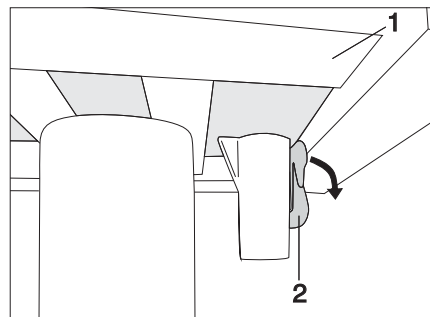

Bild 95 Spärr bord med en pelare (låst)
- Fäll ned spärren (Bild 95,2).
- Förskjut bordsskivan (Bild 95,1) till önskat läge.
- Fäll upp spärren (Bild 95,2) igen.